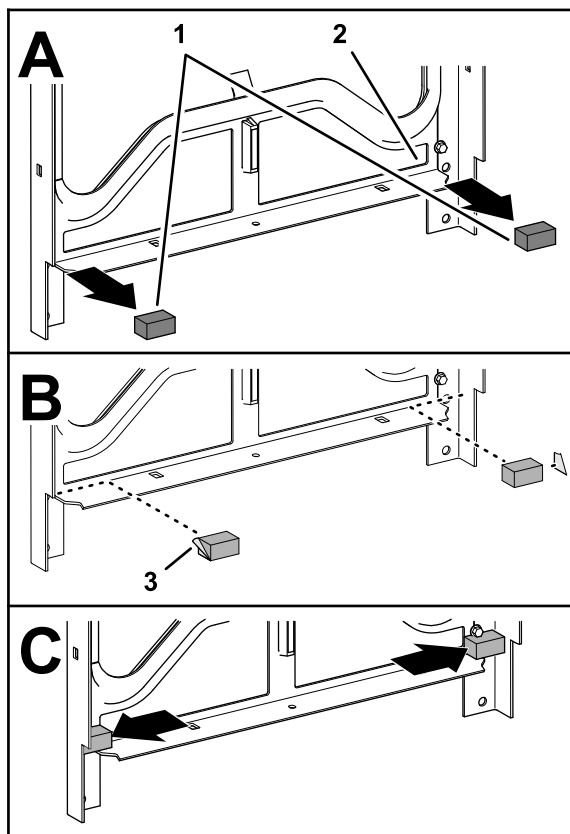

Рисунок 25
- Удалите 2 уплотнения из пеноматериала в нижних внутренних углах монтажной рамы (Рисунок 25).
2. Очистите на раме поверхности, с которых вы удалили уплотнения (Рисунок 25).
3. Снимите защитную пленку с новых уплотнений из пеноматериала (Рисунок 25).
4. Установите уплотнения из пеноматериала, как показано на Рисунок 25.